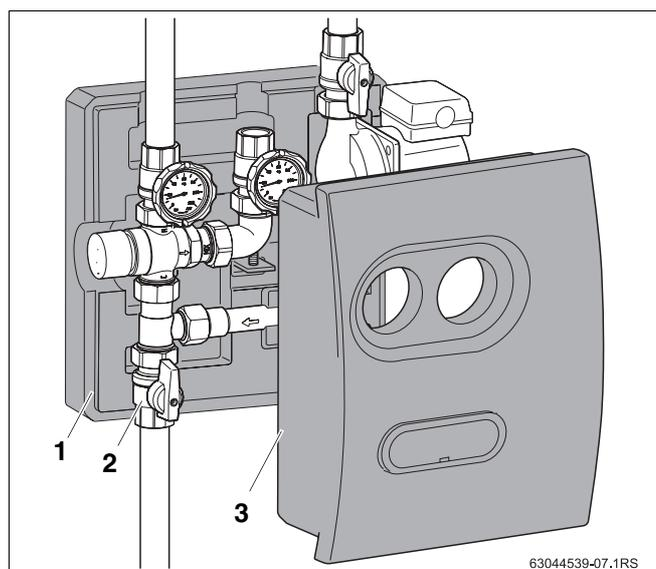

Abb. 8 Wärmedämmschalen montieren
- die vordere Dämmschale (Abb. 8, **Pos. 3**) auf die hintere Dämmschale (Abb. 8, **Pos. 1**) auflegt.
- Beim Zusammendrücken die hintere Dämmschale (Abb. 8, **Pos. 1**) gegenhalten.